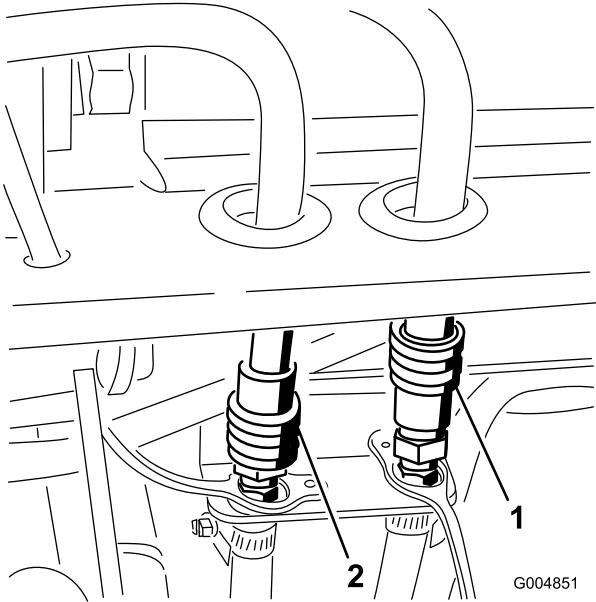

Рисунок 77
23. Отсоедините напорный и возвратный шланги с быстроразъемными соединителями от кабины (Рисунок 77).